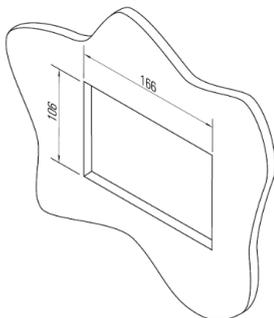

Figura 9 – Linha 3100DS recorte do painel
- **Fixação:** Executar janela no painel para a instalação conforme dimensões na figura 9 e rebarbar. O aperto dos parafusos das presilhas determina a vedação do frontal. Evitar excesso para não danificar a borracha periférica.
Para a conexão Célula de Carga da figura 9, é necessário que seja instalado no cabo da célula de carga o ferrite tubular Alfa Instrumentos modelo FER TUB 270R 100MHZ (0066288), este deve ser instalado o mais próximo possível do borne. Para que o ferrite não fique solto no cabo uma abraçadeira de nylon deve ser instalada no cabo na base do ferrite conforme imagem.